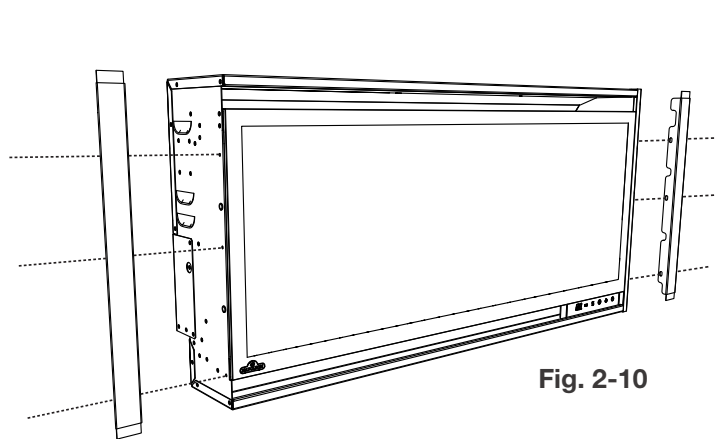

Fig. 2-10
1. Installez les garnitures gauche et droit, et fixez-les avec vis (fournies) (**Fig. 2-10**).